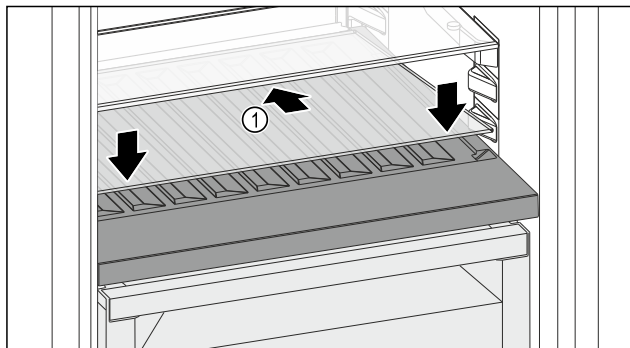

Fig. 166
- ▶ Vendosni pllakën e xhamit Fig. 166 (1) pjerrtas, dhe të anuar për poshtë në pjesën prapa.
- ▶ Ulni poshtë pllakën e xhamit Fig. 166 (1) përpara.